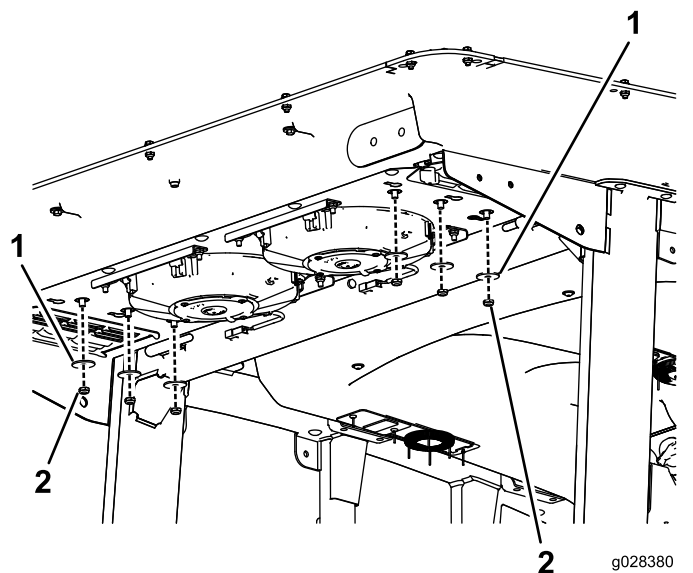

Figura 114
2. Togliete 6 dadi e rondelle dal fondo della parte posteriore della cabina (Figura 114).